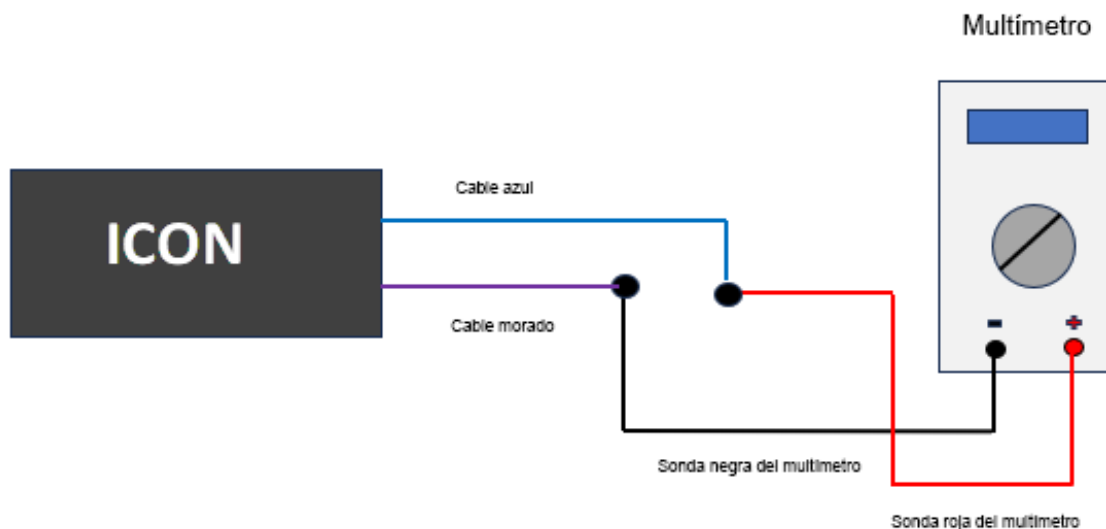

Fig.4 Diagrama de conexión
2. Monte el circuito de conexión de acuerdo con la «Fig. 4 Diagrama de conexión».